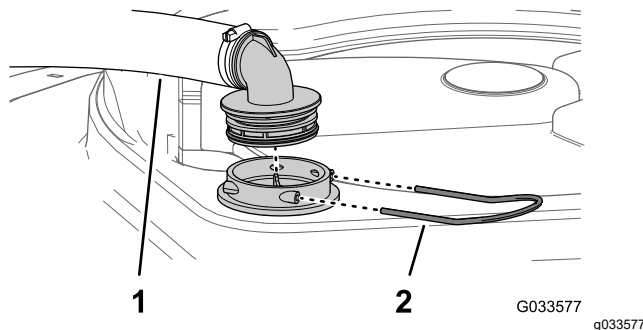

Bild 58
2. Nehmen Sie oben am Sprühbehälter den Halter ab, mit dem das Schlauchanschlussstück befestigt ist, das am dicken Schlauch und dem Filtergehäuse angeschlossen ist (Bild 58).
3. Nehmen Sie den Schlauch und das Schlauchanschlussstück vom Filtergehäuse ab (Bild 58).